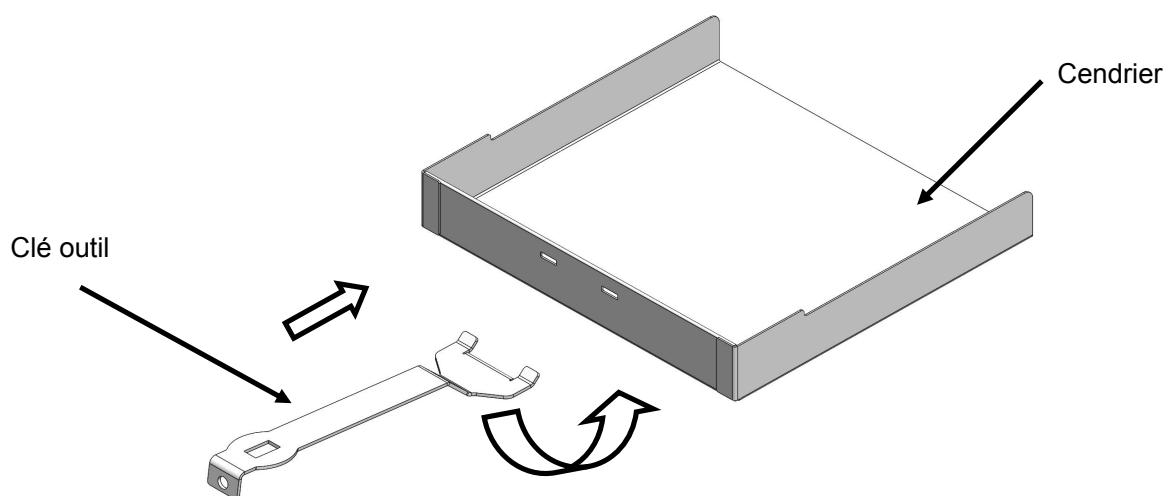

Fig. 7. Cendrier
- Insérer l'extrémité fourche de l'outil dans le bac à cendres (voir fig. 7).